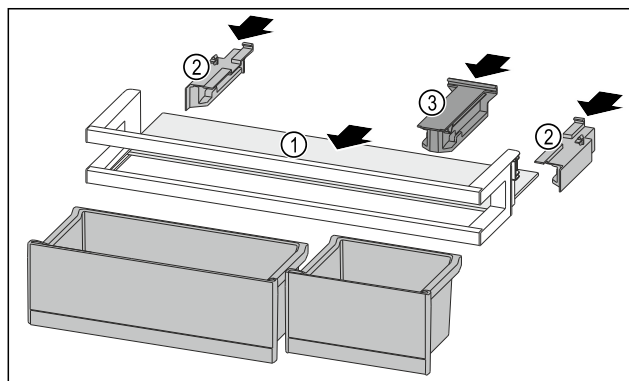

Fig. 118
- Inserire il ripiano Fig. 118 (1) negli incavi laterali.
- Inserire gli elementi laterali Fig. 118 (2).
- Inserire l'elemento di tenuta Fig. 118 (3).